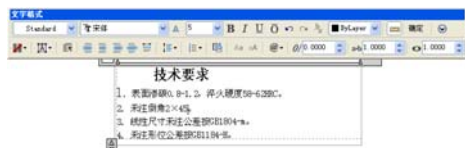

图 5-25 输入段落内容
- 06** 在【文字高度】文本列表框内,修改当前文字的高度为 6,然后按回车键,输入如图 5-25 所示的段落内容。